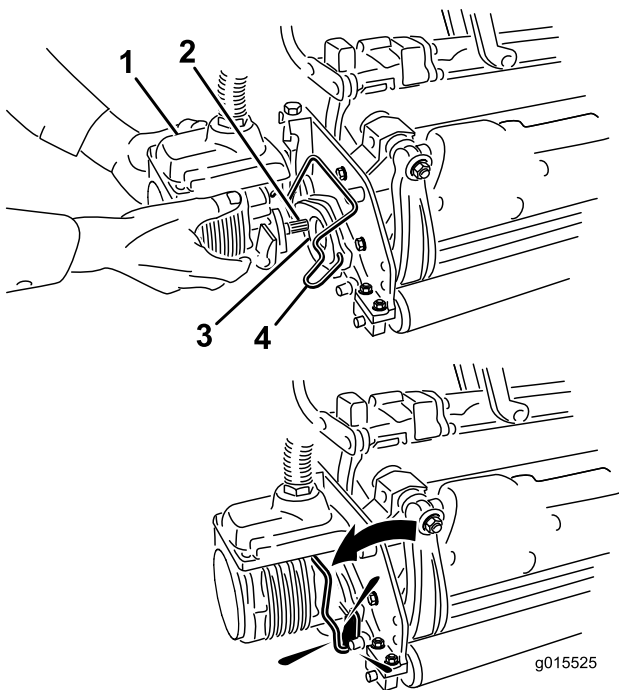

Figura 38
6. Cubra el eje acanalado del motor de la unidad de corte con grasa limpia (Figura 38).
7. Introduzca el motor en el lado izquierdo de la unidad de corte (visto desde el puesto del operador) y tire de la barra de retención del motor (en la unidad de corte) hacia el motor hasta que oiga un “clic” en ambos lados del motor (Figura 38).